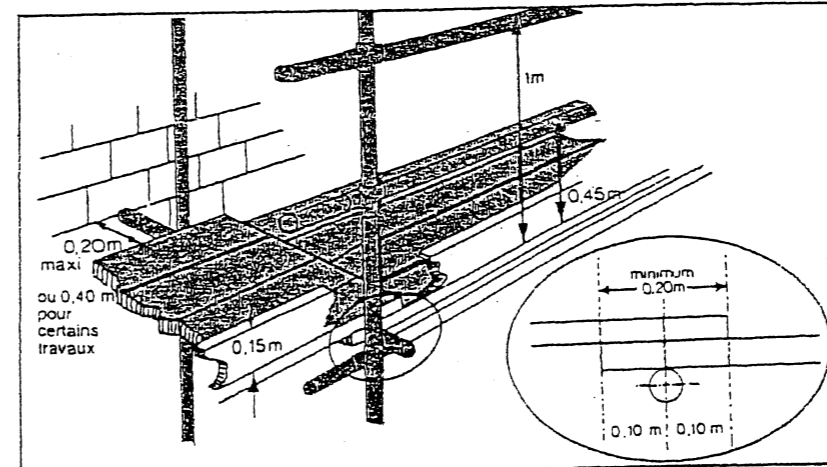

Fig. 5.
• Etre jointifs et couvrir toute la portée des traverses en ne laissant subsister qu'un vide de 0,20 m maximum entre le plancher et la construction (fig. 5).
Les planchers doivent être munis sur les côtés extérieurs de garde-corps et de plinthes (fig. 5).